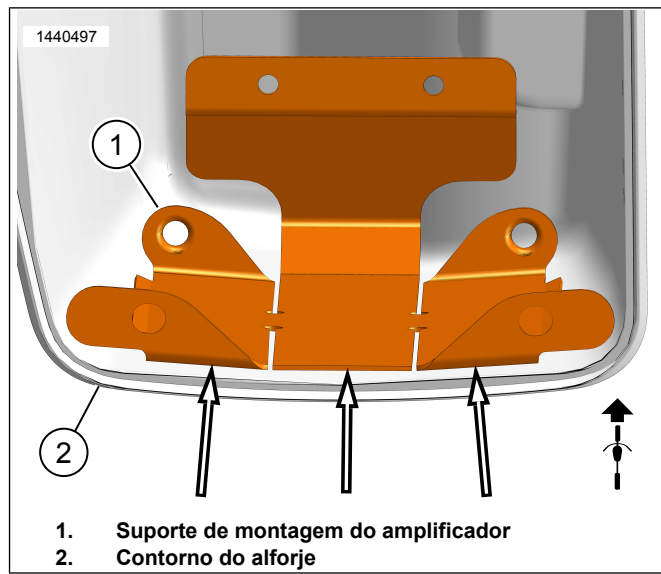

Figura 12. Contorno do Alforje
- b. Figura 12 Use as fendas no suporte de montagem (1) para dobrá-lo e ajustá-lo ao contorno do alforje (2) sem balançá-lo. Isso garantirá um melhor contato e adesão com a fita adesiva. Não retire a fita adesiva nesse momento.